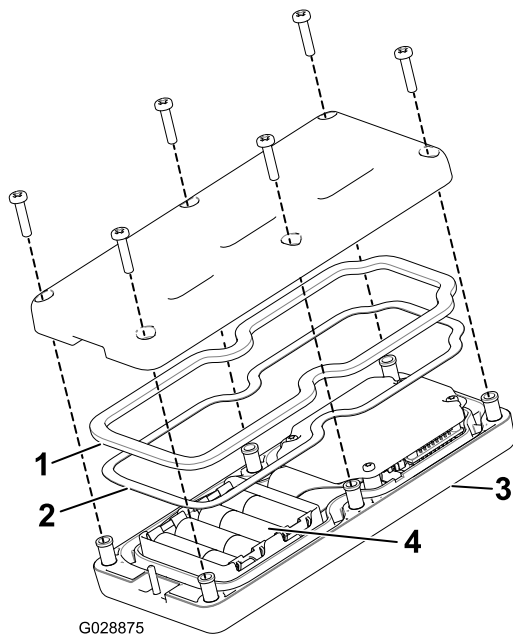

Figura 18
2. Inserite le batterie nel portabatteria rispettando la polarità. (Se le batterie sono inserite in modo scorretto, il dispositivo non riporta danni, ma non funziona.) Nel portabatteria sono marcati in rilievo i simboli della polarità di ogni terminazione (Figura 18).
3. Assicuratevi che la guarnizione in acciaio e la tenuta di gomma siano in sede nel canale del telecomando e riposizionate il coperchio posteriore (Figura 18).
4. Fissate il coperchio con 6 viti (Figura 18) e serratele a una coppia di 1,5-1,7 N m.